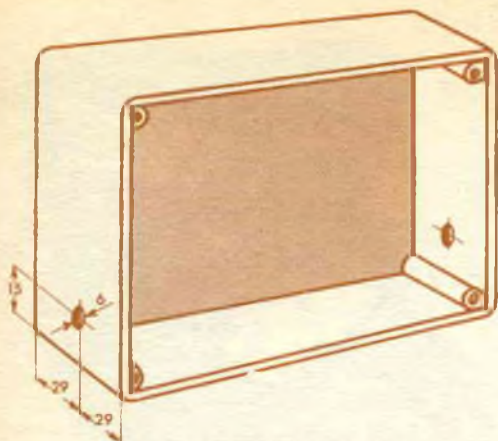

Fig. 6 - Foratura del contenitore.
- Come indicato nella *fig. 6*, eseguire due fori da 6 mm di diametro nelle pareti laterali del contenitore, per il quale è consigliabile usare il modello GBC 00/0946-01.